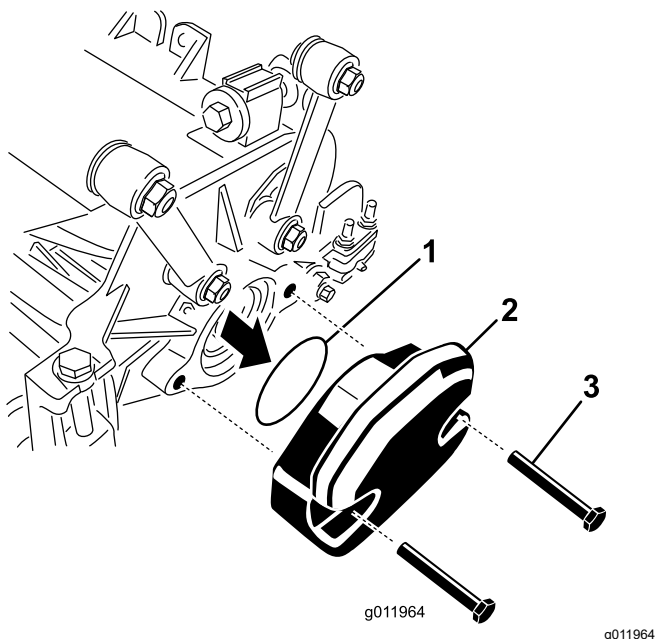

Figura 23
2. Rimuovete la zavorra e l'O-ring (Figura 23) dall'estremità interna dell'apparato di taglio destro.